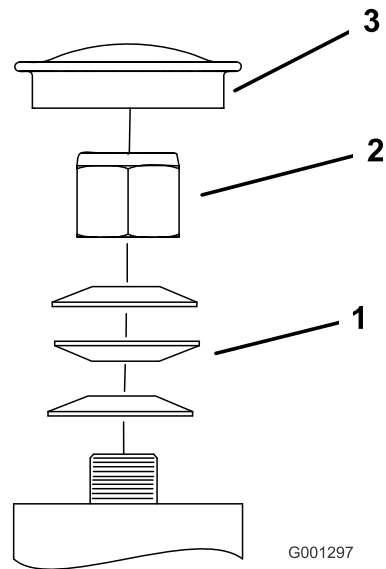

Figure 67
3. Retirez le couvere-moyeu de la roue pivotante et serrez le contre-écrou (Figure 67).
4. Continuez de serrer le contre-écrou jusqu'à ce que les rondelles élastiques soient aplaties, puis desserrez-le d'un quart de tour pour obtenir la précharge correcte des roulements (Figure 67).
Important: Veillez à placer les rondelles élastiques comme montré à la Figure 67.
5. Reposez le couvere-moyeu (Figure 67).